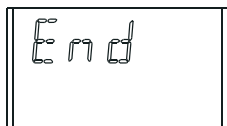

Fig. 10 Kalibratie Einde LCD
- (7) Na de aftelling van 30 seconden
- Na stabilisering van de gaswaarde keert het LCD terug naar de normale status. Indien de kalibratie is geslaagd, toont het LCD gedurende twee seconden **END** (→ Fig. 10).